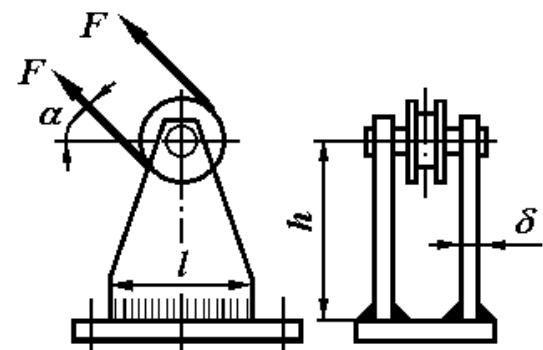

Рисунок 3.4
**Задача 4.** Рассчитать сварное соединение – длину шва  $l$  (рисунок 3.4), крепящее стойки неподвижного блока к плите. Сварка автоматическая. Материал свариваемых деталей - сталь Ст 5. Толщина стоек  $\delta$  (таблица 3.4).